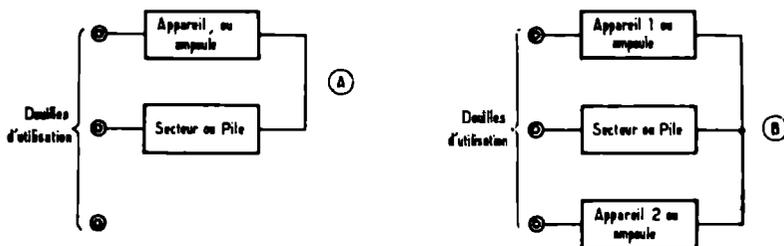

Fig. 144 – En A, le relais fonctionne en interrupteur : clignotement simple ; en B : le relais fonctionne en inverseur : clignotement double.
- de brancher un, ou deux relais, qui vont donc battre, «clignoter» également. Ces relais peuvent alors commander à leur tour d'autres allumages, ou tout autre dispositif. On arrive à des combinaisons et des possibilités très étendues. Rappelons à ce sujet en figure 144 les deux modes de branchements possibles aux douilles d'un relais qui bat en permanence.
Le potentiomètre P1 permet de faire varier le rapport signal/silence. C'est-à-dire que si l'on branche simplement une ampoule comme indiqué sur la figure 144, on peut faire varier le temps de l'allumage par rapport au temps de l'extinction pour chaque période.